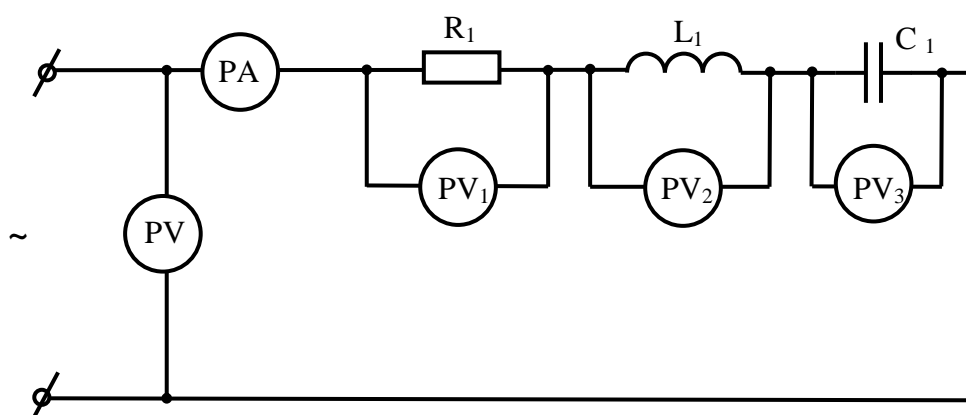

Рисунок 12.1 – Последовательная цепь RLC
3. Рисунок 12.1 – Последовательная цепь RLC.